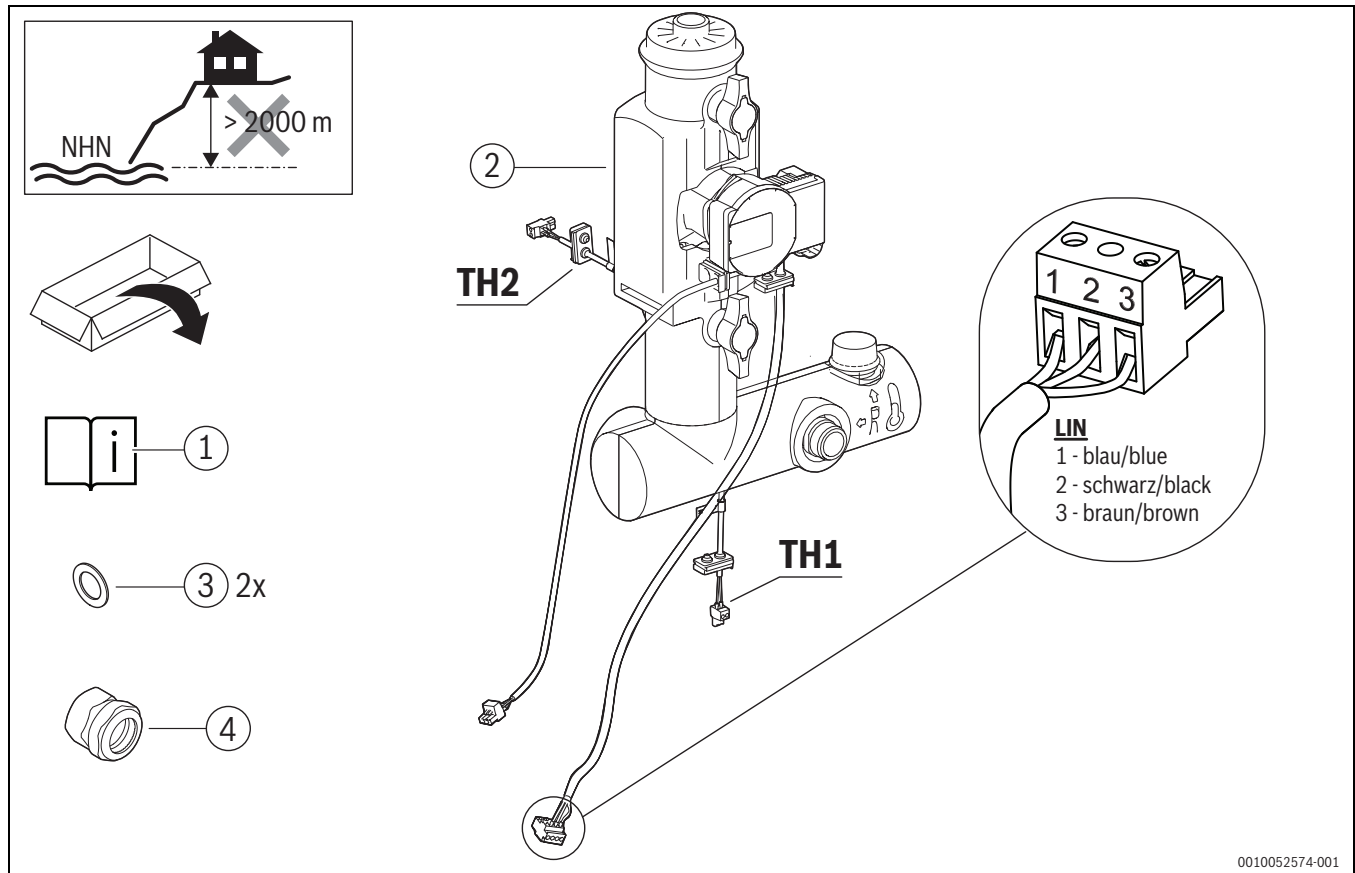

Fig. 1 Contenu de livraison HF-Set HYC40B
- Assemblage de la tuyauterie HF-Set HYC40B (→figure 1).